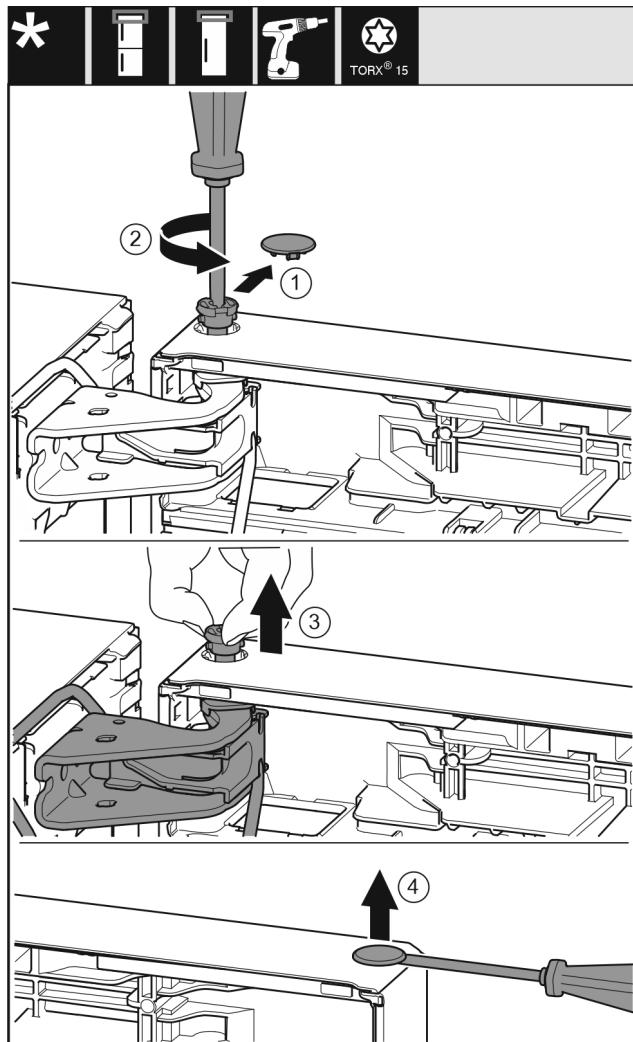

Fig. 22
- Noņemiet uzmanīgi aiztura pārsegu. Fig. 22 (1)
- Izskrūvējiet mazliet ar skrūvgriezi T15 tapu. Fig. 22 (2)
- Noturiet durvis un izskrūvējiet tapu ar pirkstiem. Fig. 22 (3)
- Paceliet uzmanīgi ar plakano skrūvgriezi un izvelciet ārā aizbāzni no durvju gultņa ieliktnē. Fig. 22 (4)